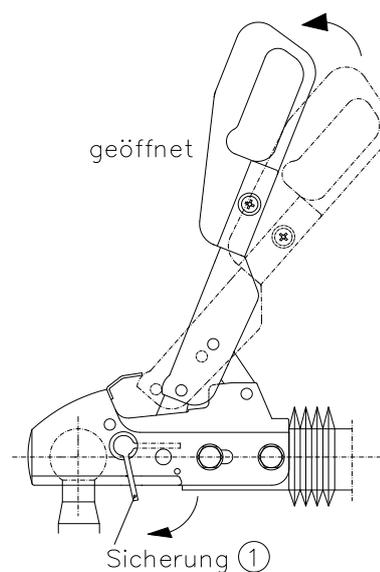
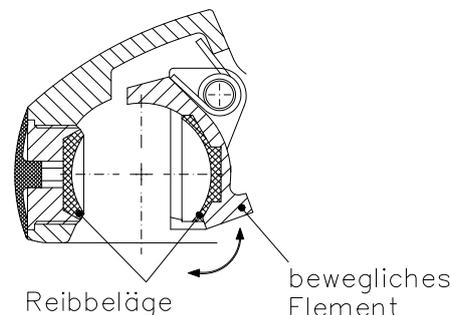

Bild 4: Ankuppel-Stellung
Bild 8: Anordnung der Reibbeläge
Die geöffnete Zugkugelkupplung wird auf die Kuppelkugel des Zugfahrzeuges gesetzt. (Bild 4)
Sicherung (1) kurz bis zum Anschlag nach unten drücken und so halten, bis der Bedienungshebel nach oben in die geöffnete Stellung gebracht ist. (Bild 4) Nach Lösen von Beleuchtungsstecker und Abreißseil kann der Anhänger z.B. mit Hilfe eines Deichsellaufrades vom Zugfahrzeug abgekuppelt werden.
Geöffneten Bedienungshebel (Bild 4) anheben, gleichzeitig Kugelpfanne (bewegliches Element mit Reibbelag - Bild 8) nach vorne ziehen und Bedienungshebel langsam schließen.
Das Innere der Zugkugelkupplung im Bereich der Reibbeläge ist sauber und fettfrei zu halten. (Bild 8) Bei verschmutzten Reibbelägen kann die Oberfläche mit Schleifpapier, Körnung 200-240, gereinigt werden. Anschließend Oberfläche mit Waschbenzin oder Spiritus säubern. Alle beweglichen Lagerstellen und Bolzen sind leicht zu ölen. Durch regelmäßige Wartung und Pflege erhöhen Sie die Lebensdauer, Funktion und Sicherheit Ihrer WS 3000.